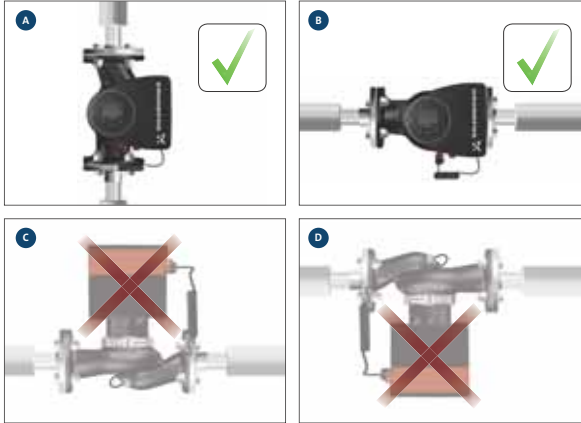

Abb. 5 Eingebaute Pumpe mit Motorwelle in horizontaler Position
- Pumpe, die ordnungsgemäß in einer vertikal verlaufenden Rohrleitung eingebaut ist. Siehe Abb. 5 (A).
- Pumpe, die ordnungsgemäß in einer horizontal verlaufenden Rohrleitung eingebaut ist. Siehe Abb. 5 (B).
- Bauen Sie die Pumpe nicht so ein, dass sich die Motorwelle in vertikaler Position befindet. Siehe Abb. 5 (C und D).